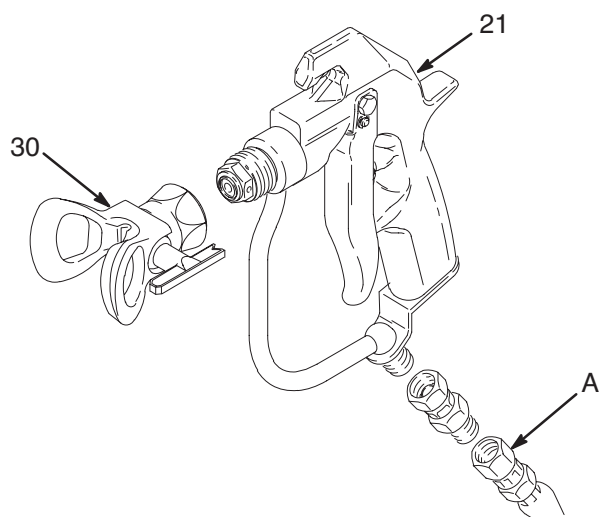

Рис. 6 04731
2. Отсоедините шланг для жидкости (A). Снимите защитную насадку наконечника (30). Выкрутите винт пружины (21) примерно на 7 мм для сброса давления пружины. См. Рис. 6.